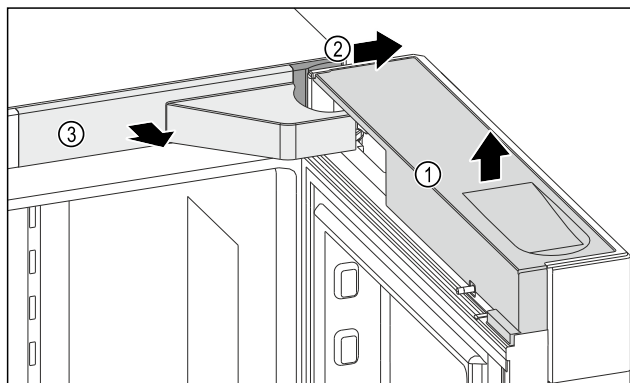

Fig. 7
- Skinite poklopac Fig. 7 (1).
- Skinite poklopac Fig. 7 (2).
- Skinite poklopac Fig. 7 (3).